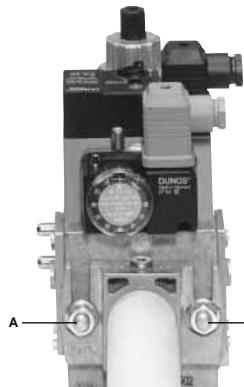

Рис. 6
3. Затянуть винты A, B, C и D (Рис. 6 - Рис. 7), (Рис. 9), соблюдая дистанции монтажа (Рис. 9);